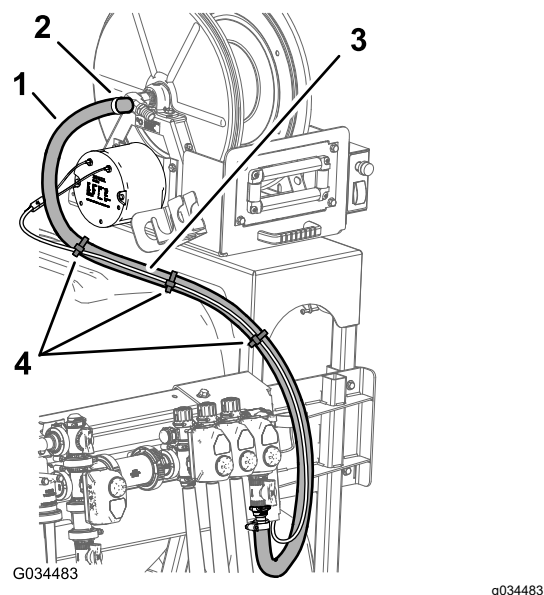

図 39
5. 図 39 のように、ホース 180 cm をホースリールアセンブリのバーブに接続してホースクランプで固定する。
6. ケーブルタイ 3 本を使って、ホースリール用ワイヤハーネスをホースリール給液ホースに固定する。 図 39